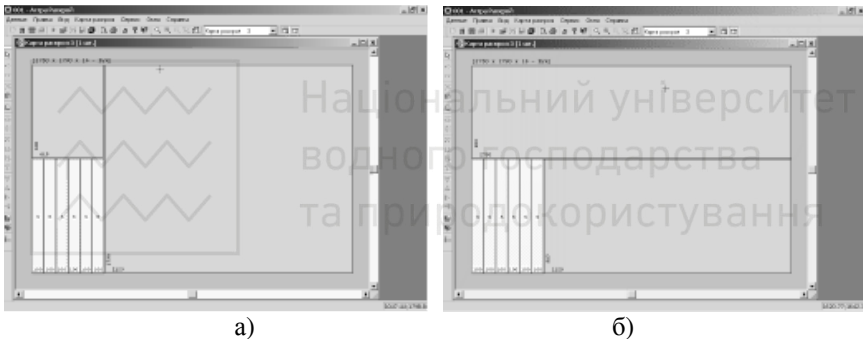

Рис. 11. Технології вирізки карти розкрою
3) Якщо потрібно – змініть вручну розміри мірних відходів. Підведіть покажчик миші до межі відходу, дочекайтеся перетворення курсору миші в подвійну стрілку, натисніть на ліву кнопку миші і, не відпускаючи її, змініть розмір відходу. Порада: Набагато зручніше змінювати відходи попередньо збільшивши масштаб відображення карти розкрою. Команди для масштабування знаходяться в меню та на панелі інструментів «Вид». Змінюючи кордон мірного відходу, можна перетягувати її до упору – при цьому межа буде точно встановлена на відстані ширини різку від сусідньої деталі або на відстані обрізки від крайки листа. Змінюючи розміри мірних відходів можна перевизначити технологію вирізки карти розкрою вертикальним різом (рис. 11а.) або горизонтальним різом (рис. 11б.).